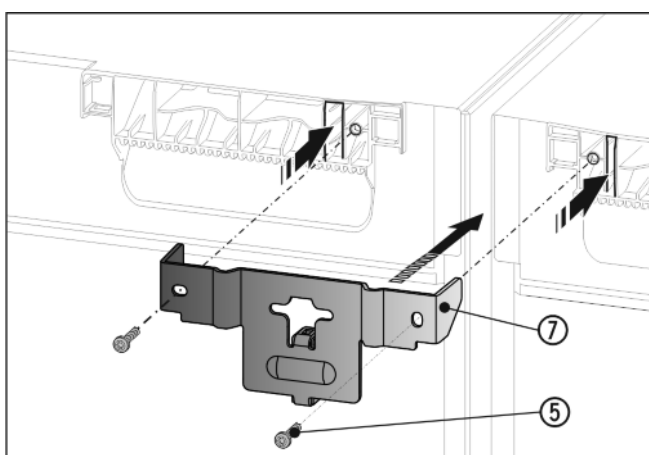

Fig. 9
- ▶ Kotnik Fig. 9 (7) z distančnikom potisnite med aparata in s pomočjo spojnikov v pokrov aparata. Trdno privijte z 2 vijakoma Fig. 9 (5).